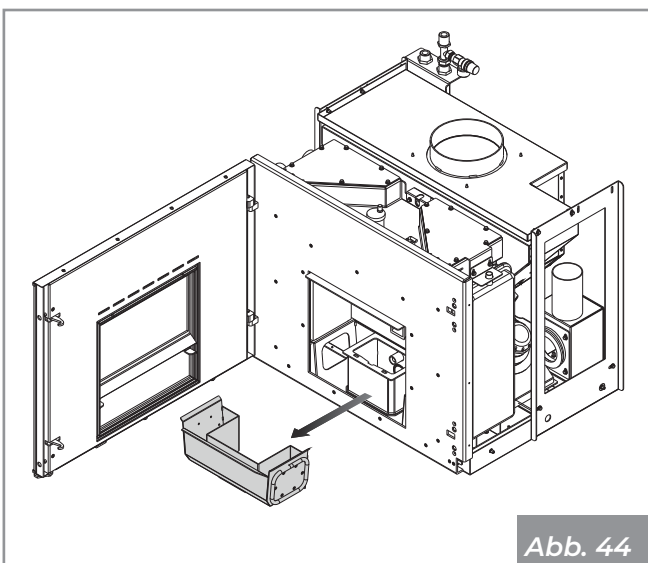

Abb. 44
- Entfernen Sie den Aschekasten (**Abb. 44**)